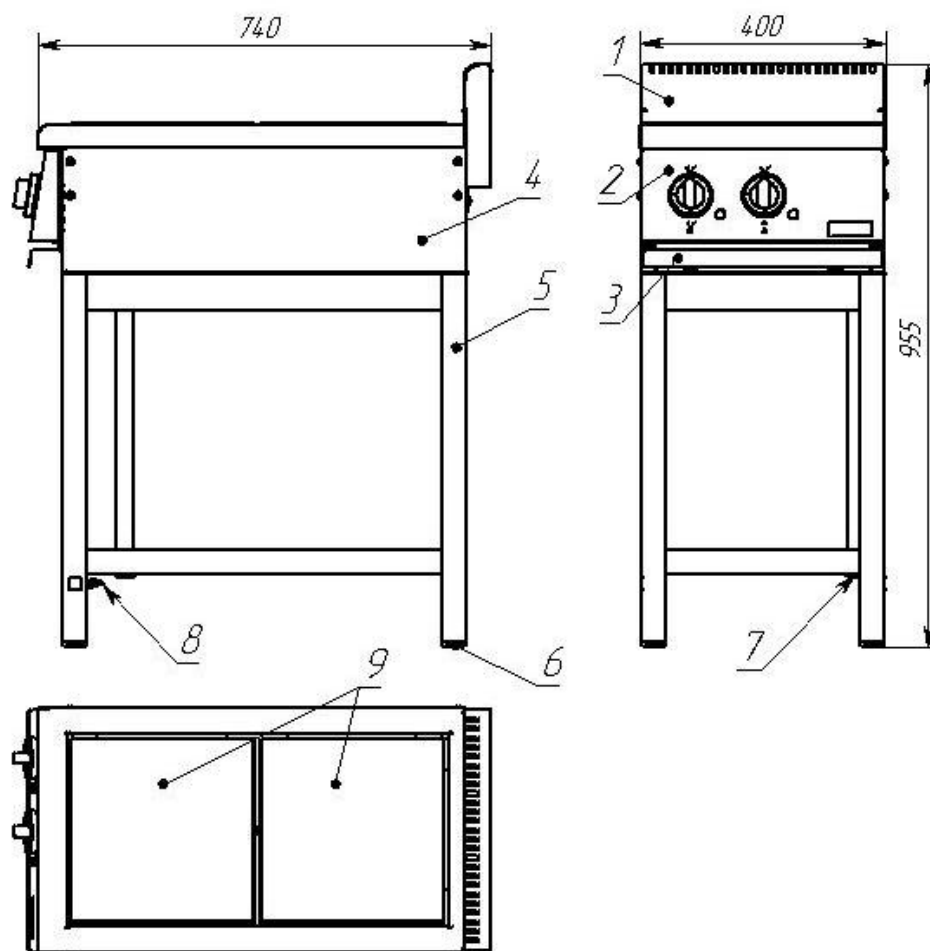

Рисунок 2 - Устройство плиты
8.2 При утечке жидкости, образующийся на рабочей поверхности плиты при приготовлении пищи, слив предусмотрен в выдвижной поддон (поз.3 рисунок 2).